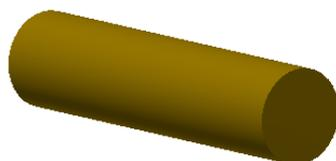

Рис. 4.3. Построение цилиндра длиной 50 мм
3. В диалоговом окне «Выдавливание» задайте длину цилиндра 66 мм и нажмите кнопку «ОК» (рис. 4.3).